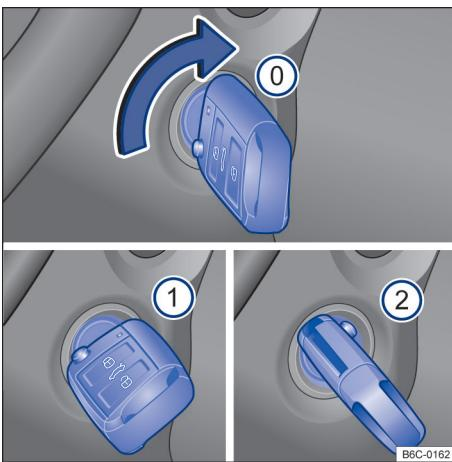

Fig. 86 Ao lado do volante, à direita: posições da chave do veículo no cilindro da ignição.
Posições da chave do veículo → **Fig. 86**
- ① Ignição desligada. A chave do veículo pode ser retirada.
- ② Ignição ligada.
- ③ Pisar no pedal do freio e ligar o motor. Quando o motor pegar, soltar a chave da ignição. Ao soltar, a chave do veículo retorna à posição → **Fig. 86 ①**.
- Girar a chave do veículo na posição → Fig. 86 ①. A ignição está ligada.
- Girar a chave do veículo no cilindro da ignição para a posição → Fig. 86 ② – não acelerar. Quando o motor começar a funcionar, soltar a chave do veículo no cilindro da ignição.
- *Veículos com cilindro da ignição:* girar a chave do veículo no cilindro da ignição na posição → Fig. 86 ①.